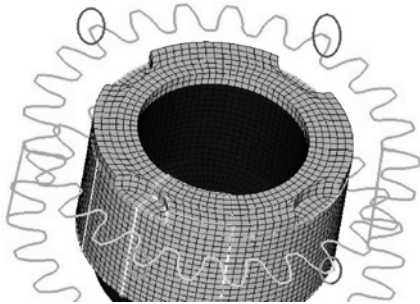
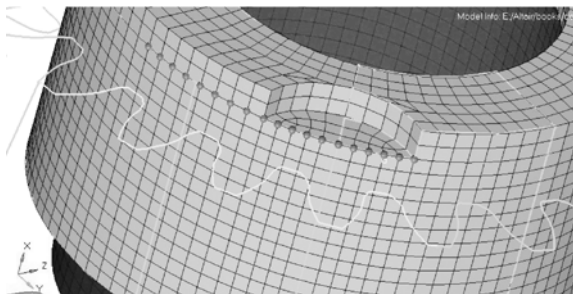

图 5-91 在斜齿轮轮廓线上添加适当几何点
图 5-92 选择相应的一排节点
- (1) 进入 geom>quick edit。
- (2) 使用 add/remove point 工具在斜齿轮轮廓线上添加适当固定点, 以控制 2D 网格的生成, 如图 5-91 所示。
- (3) 单击 return 按钮。
- (4) 进入 2d>ruled 面板。
- (5) 将第二个对象选择器切换为 lines list 类型。
- (6) 选择如图 5-91 所示的一段齿廓线。
- (7) 激活第一个 nodes 选择器, 选择 by path 方式。
- (8) 如图 5-92 所示选择相应的一排节点。
- (9) 单击 create 按钮, 生成一片 2D 网格, 按需要对网格质量进行适当调整。